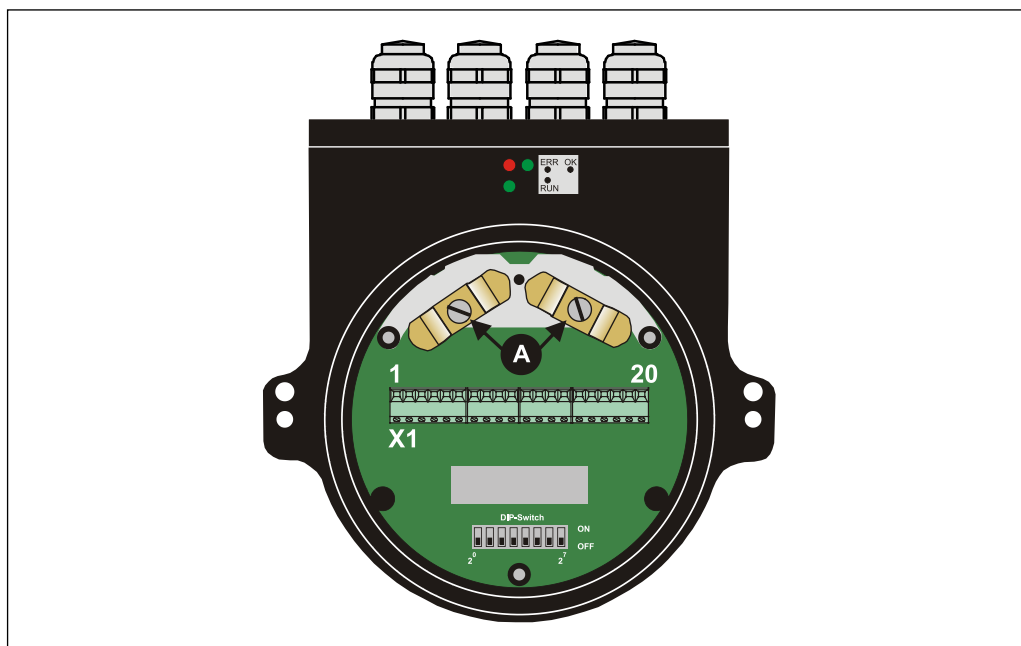

Abbildung 6: Anschlusshaube mit Schirmschellen
- Durchgängige Verdrahtung des Schirms, großflächige Auflage auf spezielle Schirmschellen, siehe Abbildung 6 Punkt **(A)**.